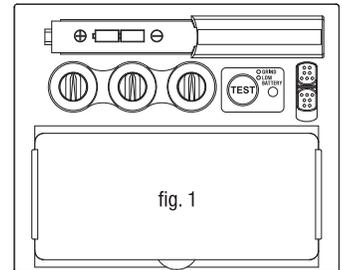

fig. 1
Installer batteriene i hjelmen, i samsvar med positiv og negativ pol som vist på batteriets pakning (Se fig.1).
Trykk og hold nede "TEST" for å forutse skyggevalg før sveising (Se fig.1). Når den slippes opp vil synsfeltet automatisk gå tilbake til lys tilstand (3,5 skygge). Trykk "TEST" hvis synsfeltet ikke går tilbake til mørk tilstand. Skift batterier og prøv igjen.
Denne ADF - patronen går på solcelleenergi og 2 AAA Alkaliske batterier. Når indikatoren som befinner seg på linsen begynner å lyse rødt (Se fig.1), er det en varseling om at batteriet må byttes ut.
**Slipemodus** - Brukt ved metallsliping. I denne modusen slår skyggefunksjonen seg av. Skyggen er stille skygge DIN 3.5 som gir klarsyn til sliping og sveising med hjelmen som beskytter ansiktet (Se fig.2). I dette tilfellet vil indikatorlampen lyse grønn og blinke hvert 3. sekund (se fig.1).